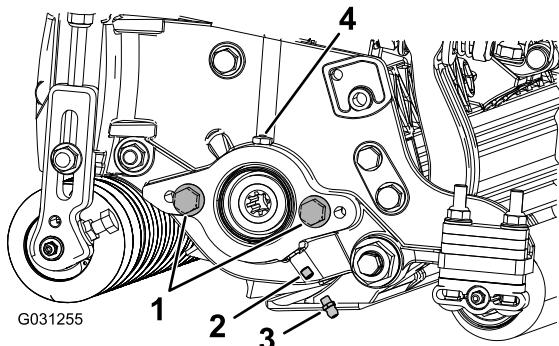

Figura 6
1. Retire y deseche el tornillo de fijación de la chapa lateral del motor del molinete (Figura 6).
2. Instale el engrasador recto (Figura 6).
3. Si no hay pernos en la chapa lateral del motor del molinete, instálelos (Figura 6).
6. Engrase la chapa lateral hasta que salga el exceso de grasa del orificio (Figura 6).